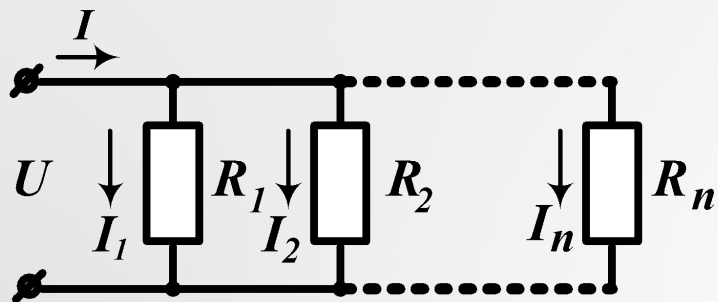
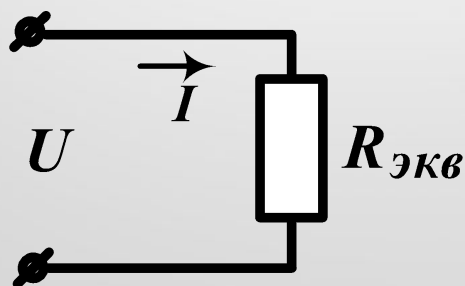

Рисунок 2.3 Початкова схема
Рисунок 2.4 Змінена схема
2) Паралельне перетворення полягає в заміні декількох елементів (рис. 2.3), включених паралельно, одним еквівалентним (рис. 2.4).
Рівняння для схеми (рис. 2.3) записується за першим законом Кірхгофа